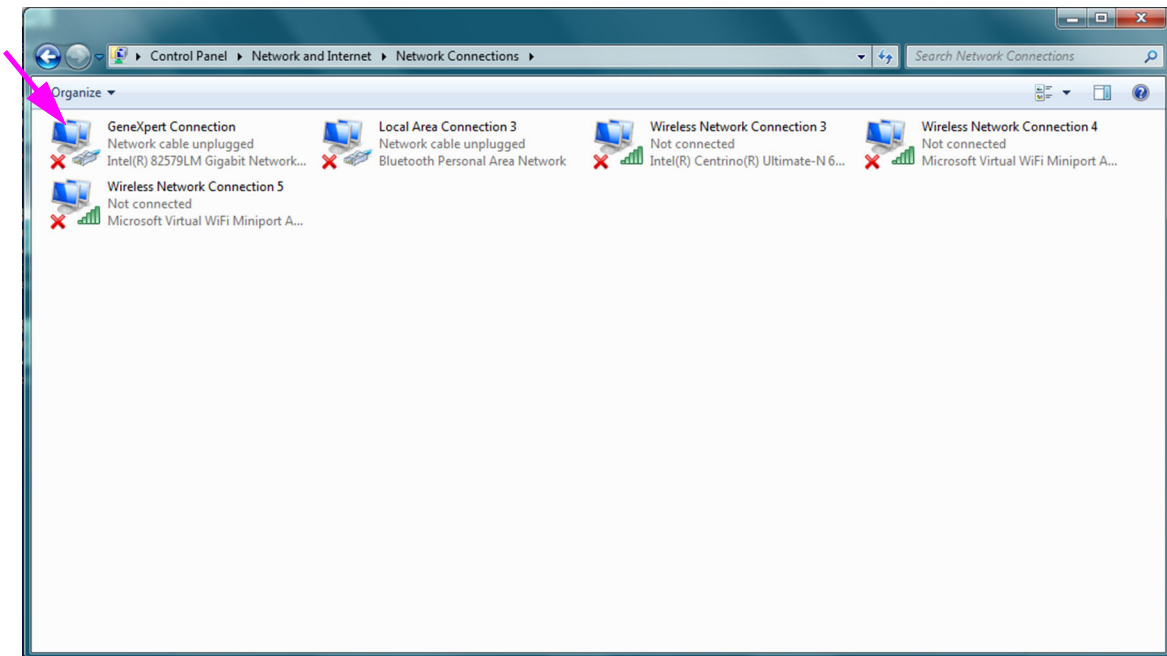

Figura 2-39. Ecranul Conexiuni rețea
5. Faceți clic pe **Modificare setări adaptor (Change adapter settings)**. Apare ecranul **Conexiuni în rețea (Network Connections)**. Consultați **Figura 2-39**.